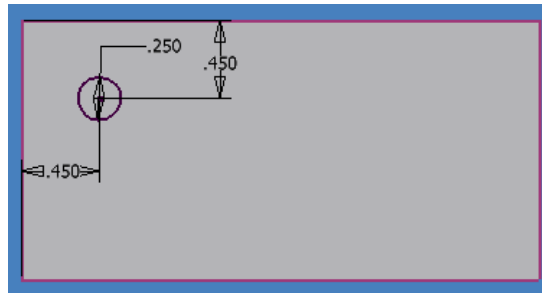

Figura 3.76 Creación de un círculo en una placa de $\frac{1}{4}$ de pulgada de espesor.
- Acótelos de tal forma que quede colocado en la esquina izquierda superior de su placa como la figura 3.76, y extrúyalo por medio de JOIN.